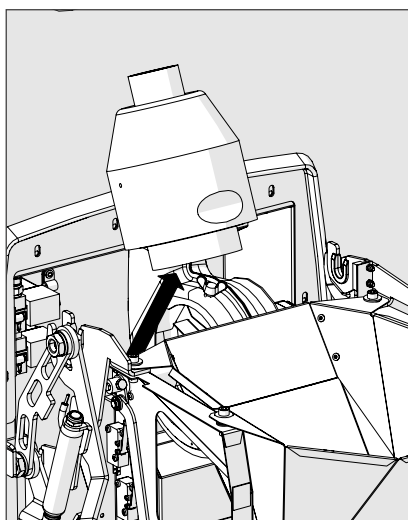

Fig. 12
6. Sortir le tuyau du catalyseur avec le catalyseur (fig. 12).